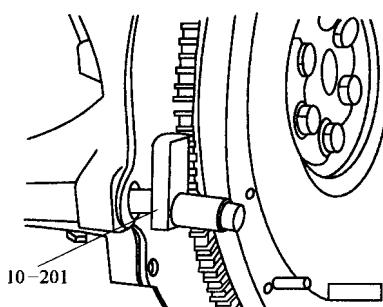

图 1-7 离合器的拆卸
- ①在离合器盖与飞轮上做装配记号
- ②用专用工具 10-201（图 1-7），将飞轮固定以对角拧松并拆下压盘与飞轮的固定螺栓，取下压盘总成、离合器从动盘。